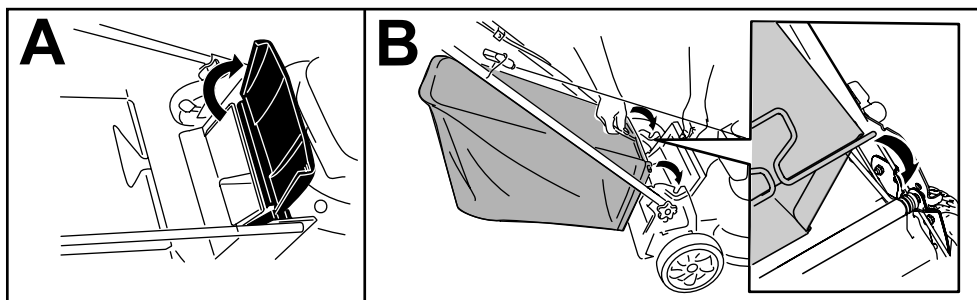

Bild 17
1. Heben Sie das hintere Ablenkblech an und halten Sie es hoch (A in Bild 17).
2. Setzen Sie den Grasfangkorb ein, stellen Sie sicher, dass die Stifte am Fangkorb in den Kerben am Holm sind (B in Bild 17).